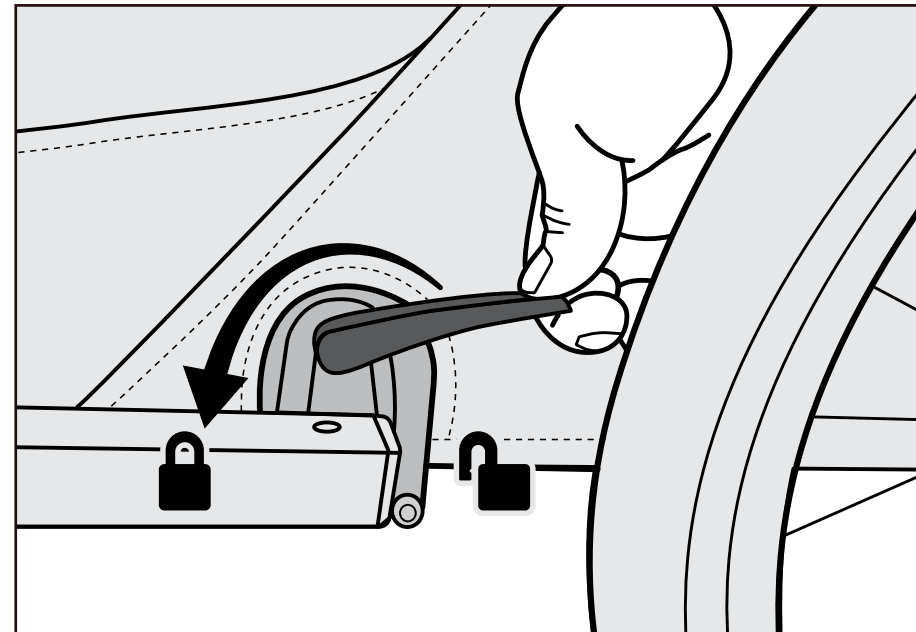

Figure 13
2. Tournez le levier rouge du frein de stationnement de manière à ce qu'il soit dirigé vers l'avant de la remorque (Figure 13). Il se peut que la remorque doive tourner légèrement vers l'avant pour que le frein s'enclenche et que le levier tourne complètement.